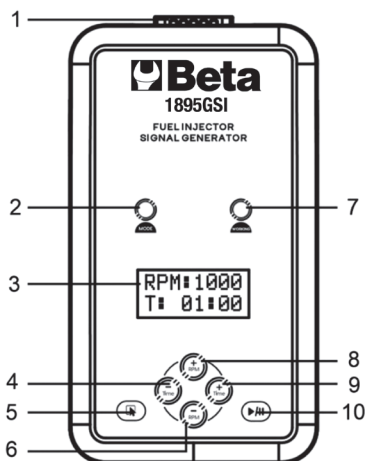

Fig. 1
- Seleccione la velocidad de rotación simulada deseada pulsando los botones "+" (8 Fig. 1) y "-" (6 Fig. 1).
- Ajuste la duración del proceso pulsando los botones "+" (9 Fig. 1) y "-" (4 Fig. 1).